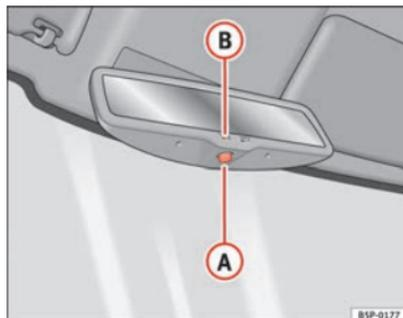

Fig. 85 Specchio retrovisore interno fotocromatico
- Premere il tasto **A** ⇒ fig. 85. La spia **B** si spegne.
- Premere il tasto **A** ⇒ fig. 85. La spia si accende.